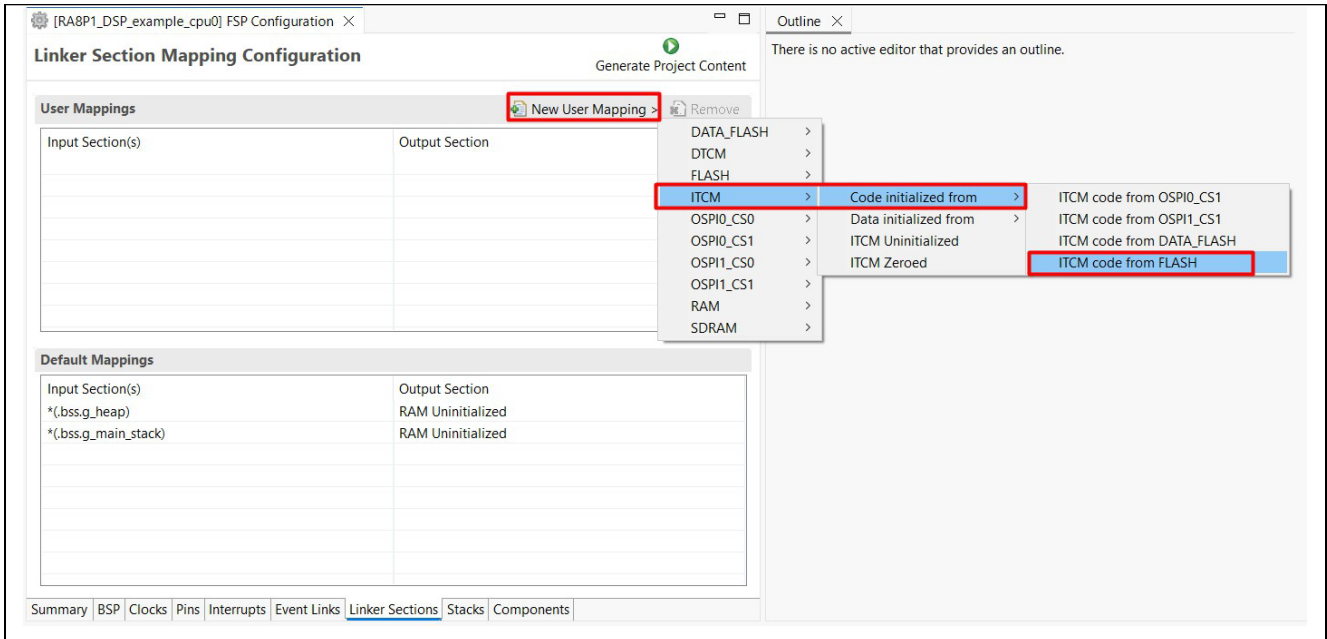

図24.ITCM向けの新しいセクションマッピングの定義
4. **arm\_cmplx\_mag\_f32**関数を、指定されたITCMセクションに割り当てます(図24～図26参照)。